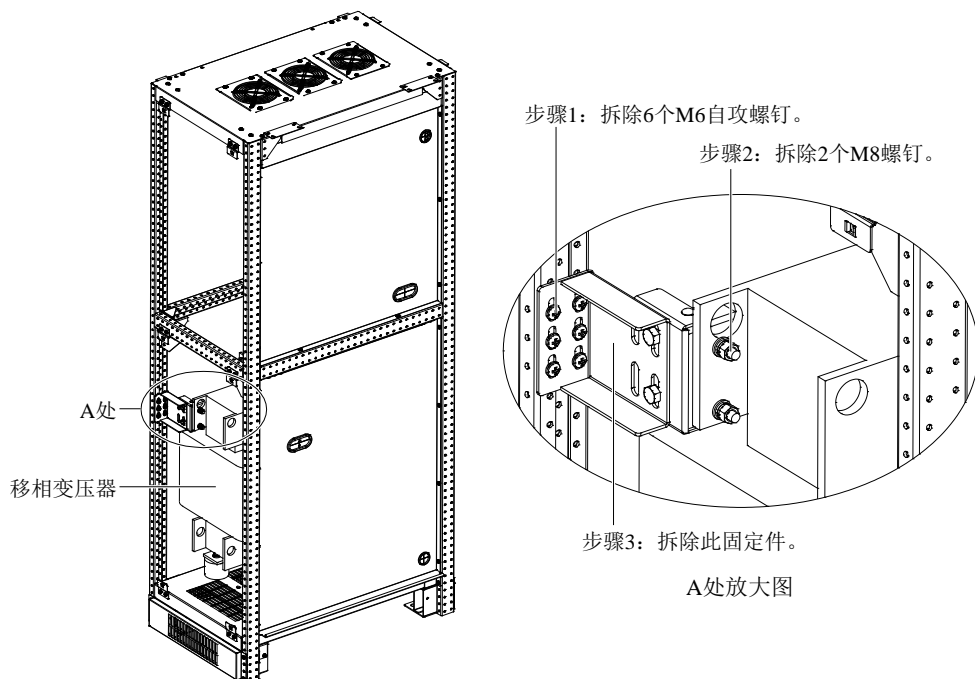

图7 移相变压器固定件
1. 取下边柜前门板和左侧门板，露出移相变压器，如图 7 所示。注意保留拆下的螺钉。
2. 移相变压器顶部固定件位置如图 7 所示。按图 7 所示操作步骤拆除移相变压器固定件。